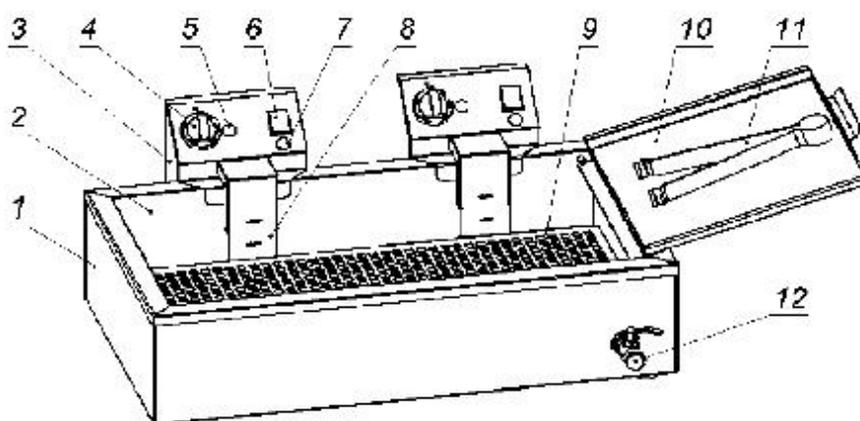

Рис.1
4.2. Управление фритюрной ванной осуществляется с блока управления нагревом (3) (см. рис. 1). В положении «0» выключателя (6), индикаторные лампы (5) и (7) не горят.